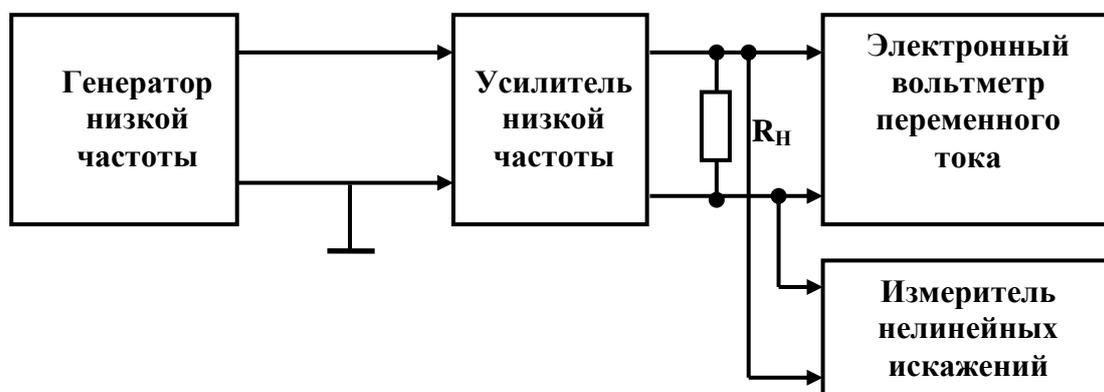

Рис. 18. Структурная схема установки для измерения коэффициента гармоник.
2. Подключить к выходу УНЧ эквивалент нагрузки  $R_H$ , соответствующий рекомендованному значению (обычно 4 Ом), вольтметр переменного тока и измеритель нелинейных искажений (рис. 18). Регулятор громкости установить в максимальное положение.